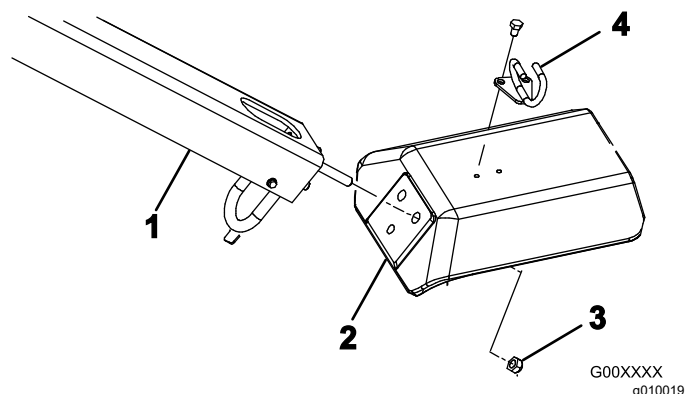

Figura 4
2. Introduzca los pernos de montaje del manillar en los taladros de la horquilla (Figura 4).
3. Sujete los pernos del manillar a la horquilla (Figura 4) con 3 contratuercas (1/2").
5. Monte la guía de cables en la parte superior de la horquilla (Figura 4) con 2 pernos (5/16" x 1/2").